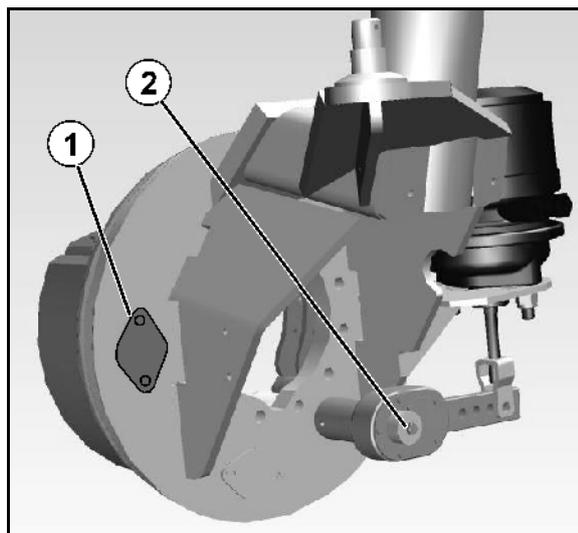

Fig. 159
In der Ankerplatte der Bremstrommel befindet sich ein Kontrollfenster (Fig. 159/1), um die Abnutzung der Bremsbeläge zu überprüfen.
2. Schraube (Fig. 159/2) ganz eindrehen und eine ¼ Umdrehung lösen.